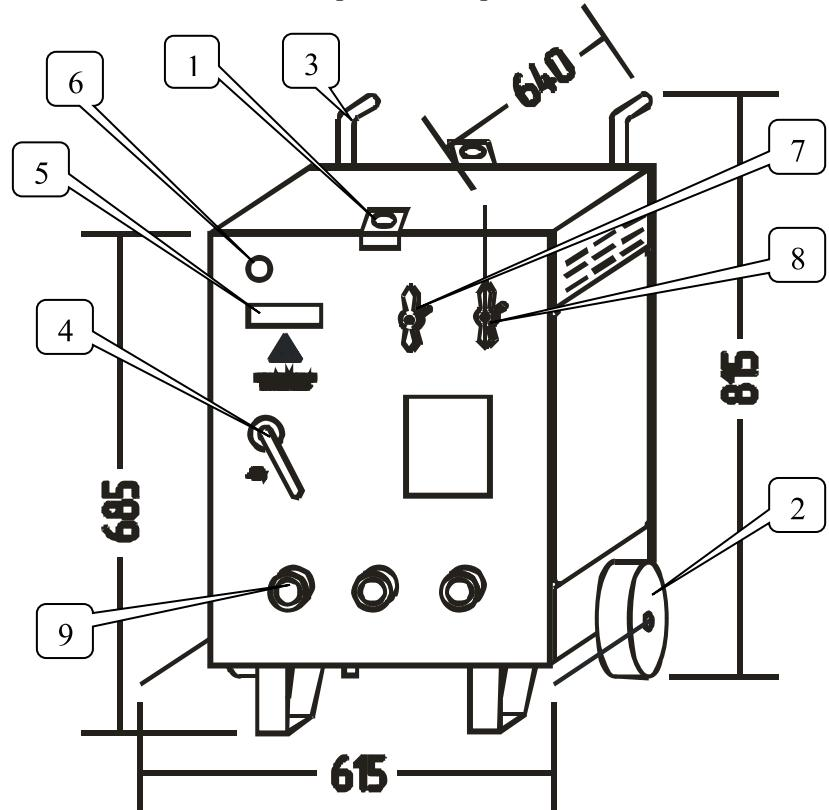

Рис. 1
4.1 Общий вид станции приведен на рис. 1.
Станция (рис.1) состоит из сухого 3-х фазного понижающего трансформатора, установленного внутри корпуса. Станция оснащена
5.11. При подъеме станции ее необходимо стропить за рым-скобы (рис.1, поз.1).
- 6.7. При помощи токовых клещей убедиться, что ток нагрузки в проводах, подключенных к зажимам поз.9 рис.1, не превышает 145 А в каждом проводе.